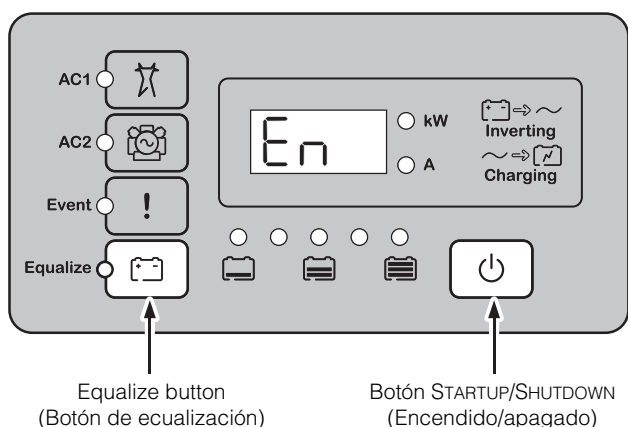

Figura 3-18 Modo habilitado
- ◆ En el panel de información del inversor, pulse simultáneamente los botones STARTUP/SHUTDOWN (Encendido/apagado) y Equalize (Ecuualizar). El Conext XW+ ahora está habilitado, y aparece brevemente **En** (habilitado) en la pantalla de información del inversor, como se ve en la Figura 3-18.